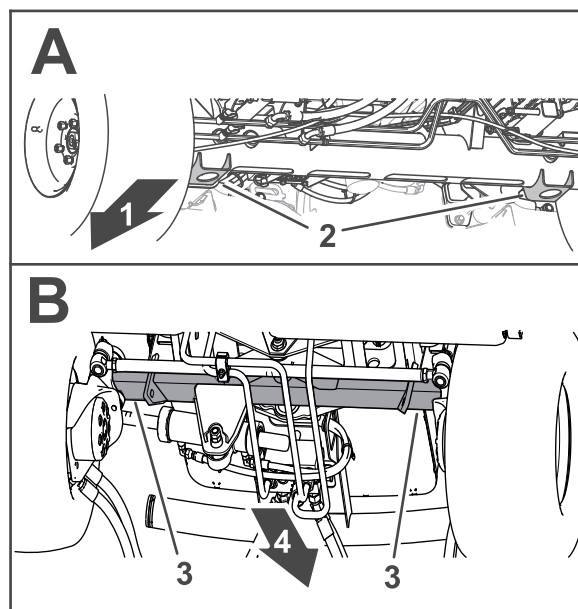

Figure 38
- Avant – supports de cric du tube d'essieu avant (Figure 38).